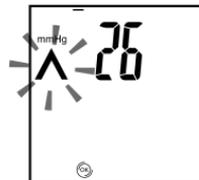

Рис.13
- Раздастся звуковой сигнал и начнется быстрое нагнетание воздуха в манжету. При этом замигает символ «^» и выводимое на дисплей значение будет увеличиваться (рис.13). Нагнетание прекратится на оптимальном уровне благодаря алгоритму Fuzzy Inflation.